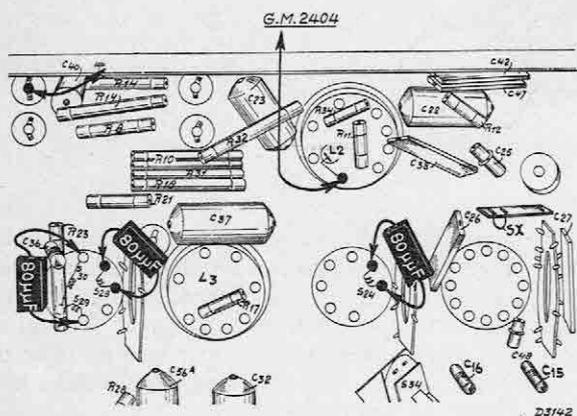

Fig. 3
- Débrancher le réglage automatique du volume sonore en court-circuitant C40 (voir fig. 3).
- Désaccorder le troisième circuit moyenne-fréquence en branchant un condensateur de 80 $\mu\mu\text{F}$ en parallèle avec S28 (fig. 3).
- Désaccorder le quatrième circuit moyenne-fréquence en branchant un condensateur de 80 $\mu\mu\text{F}$ en parallèle à S29 + S30 (fig. 3).
- Désaccorder le 1er circuit moyenne-fréquence en branchant un condensateur de 80 $\mu\mu\text{F}$ en parallèle avec S24 (fig. 3).
- Brancher l'amplificateur aperiodique GM 2404 à l'anode de L2 (voir fig. 3).
- Régler C15 (fig. 3) sur la puissance de sortie maximum.